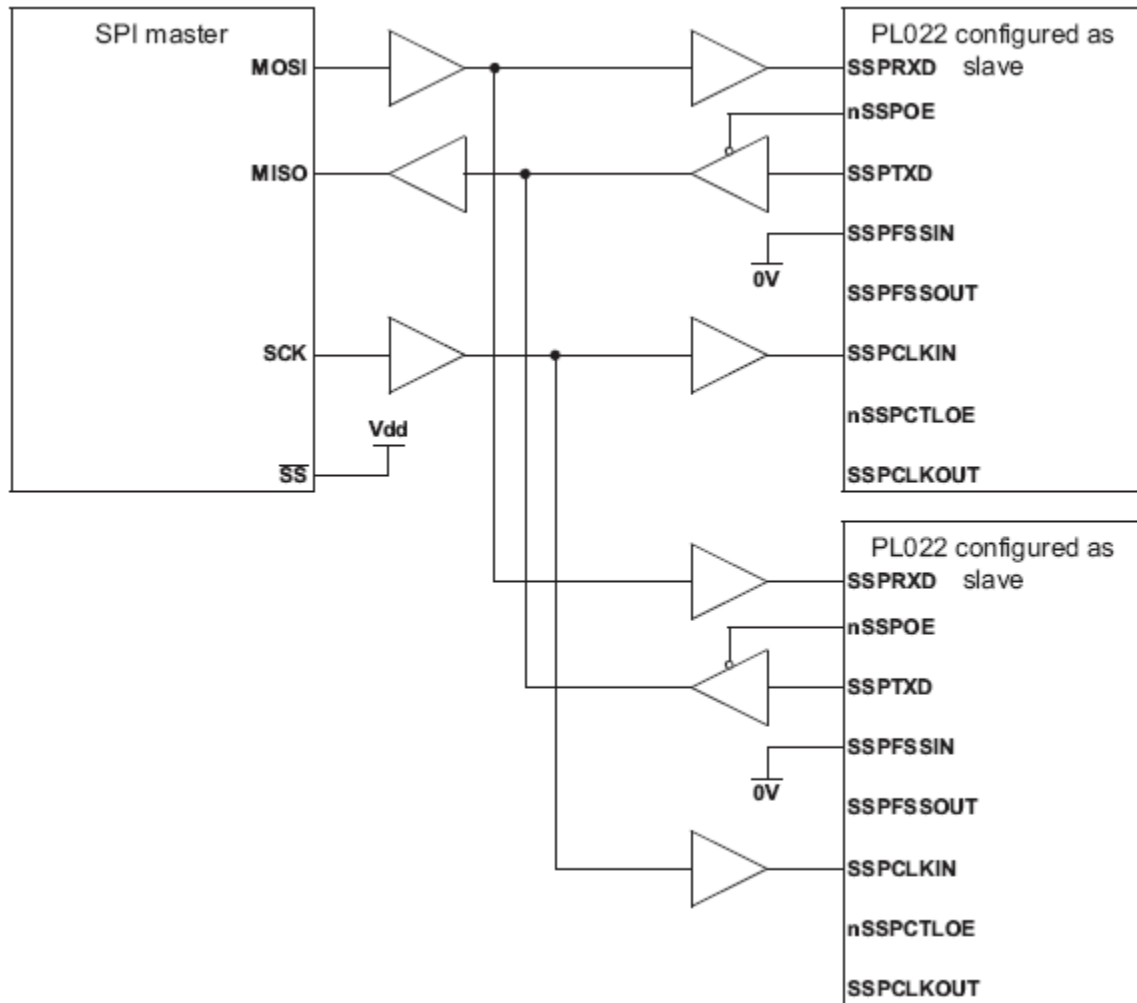

Рисунок 105 – Ведущее устройство, протокол SPI, подключено к двум ведомым модулям SSP
Рисунок 105 показывает ведущее устройство, поддерживающее протокол SPI фирмы Motorola, соединенное с двумя модулями SSP, сконфигурированными для работы в ведомом режиме. Линия Slave Select (SS) ведущего устройства в этом случае установлена в высокий логический уровень. Ведущее устройство осуществляет передачу данных по линии MOSI циркулярно в адрес двух ведомых модулей.